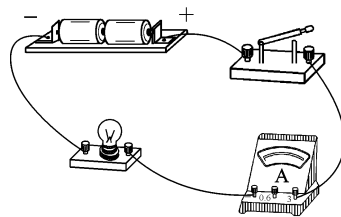

图 2-2-7 直流电流表的连接
(2) 选用量程。直流电流表选用的量程应大于被测电流,如果不知道电流大小,可以从大量程转换到小量程去测试,直到读数比较合适为止。
(3) 直流电流表的连接。直流电流表测量电流时要串联在电路中,如图 2-2-7 所示按照电流参照方向从“+”接线柱入,从“-”接线柱出,如果正偏,说明实际方向与参考方向相同,如果指针反偏说明实际方向与测量方向相反,将两个接线柱对调进行测量。